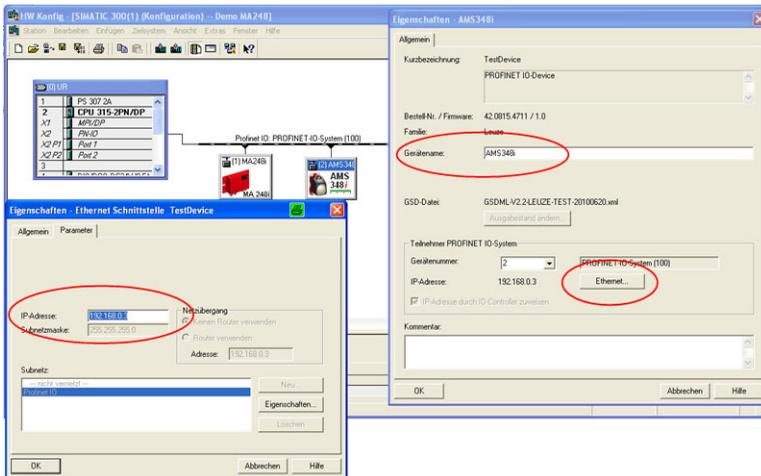

Figura 9.6: Assegnare nomi di apparecchio univoci nella finestra delle proprietà
- Assegnazione dei nomi di apparecchio agli IO Devices progettati (vedi figura 9.6)